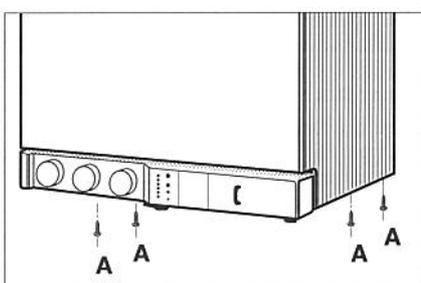

Fig. 10
- Desatornillar los 4 tornillos "A" (fig. 10) de fijación de la carcasa:
- Instalar las diferentes juntas : "G" (goma) en el gas, la junta + el filtro agua "F" en el agua fría y apretar los racores de los tubos de unión, comenzando por el tubo gas (fig. 10 a).
Fig.10 a